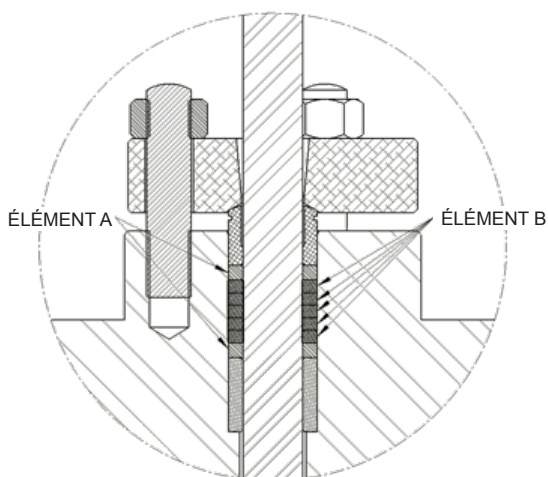

Figure 12 - Vue en coupe du presse-étoupe
4. Installez la bague de guidage dans le presse-étoupe suivie d'autres éléments de garniture comme indiqué dans la figure 12. Sept bagues au total composent la garniture, l'« Élément A » représente deux bagues anti-extrusion (garniture fendue) qui prennent en sandwich les cinq bagues en graphite de l'« Élément B ».